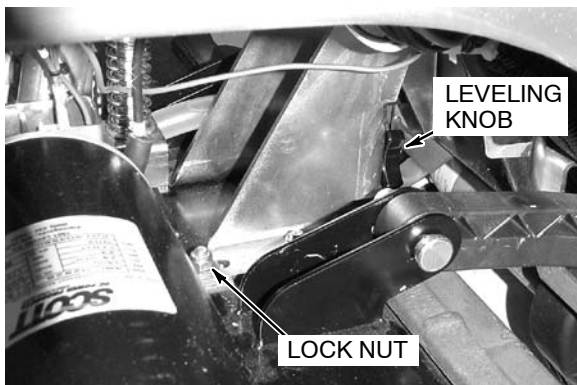

FIG. 23
4. Pour ajuster une brosse, détachez légèrement (4) les contre-écrous sur le support de rouleur et le contre-écrou sur le bouton de mise à niveau principal de frottement (Figure 23). Tournez le bouton dans le sens des aiguilles d'une montre à l'arrière inférieur de frottent la tête et abaissez dans le sens contraire des aiguilles d'une montre l'avant. la clé à douille de 13mm a exigé.